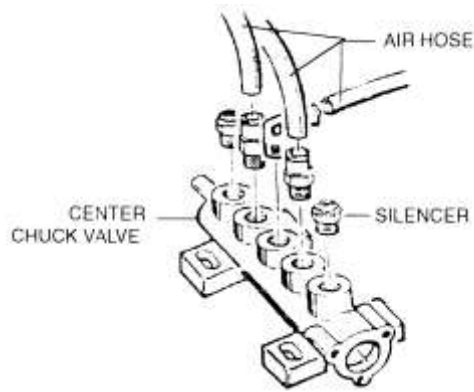

рис.11)
11) Для очистки или замены клапана отжима покрывки повторите шаги 8, 9, 10 (см. рис.11).